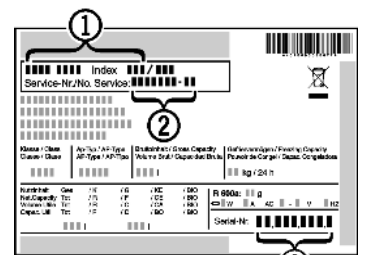

Fig. 7
▶ Назва пристрою *Fig. 7 (1)*, сервісний номер *Fig. 7 (2)* та серійний номер *Fig. 7 (3)* вказані на табличці типів. Табличка типів знаходиться всередині пристрою, зліва.
▶ Повідомте сервісну службу про характер неполадки, назву пристрою *Fig. 7 (1)*, сервісний номер *Fig. 7 (2)* та серійний номер *Fig. 7 (3)*.